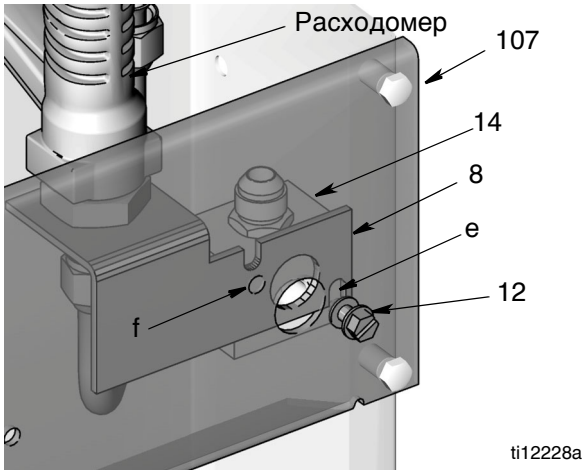
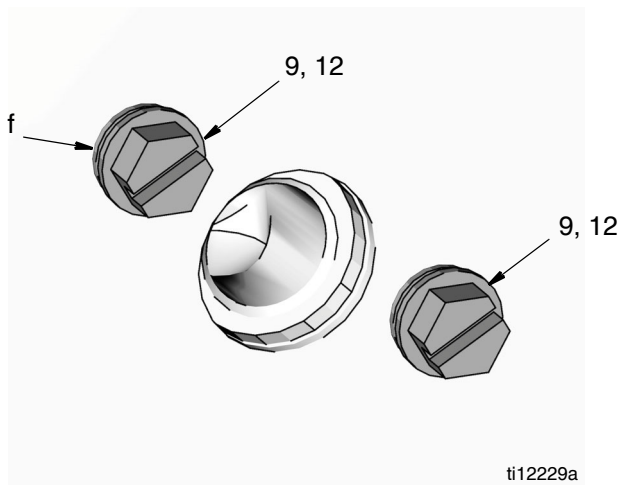

Рис. 14
Рис. 15
Кронштейн (8) должен плотно прилегать между распределителем (14) и передней панелью (107), а паз (e) расположен поверх резьбы винта (12) (установленного в шаге 3) (см. Рис. 14).
5. Наденьте шайбу (9) и закрутите винт (12) в отверстие (f) (Рис. 14 и Рис. 15). Надежно затяните.